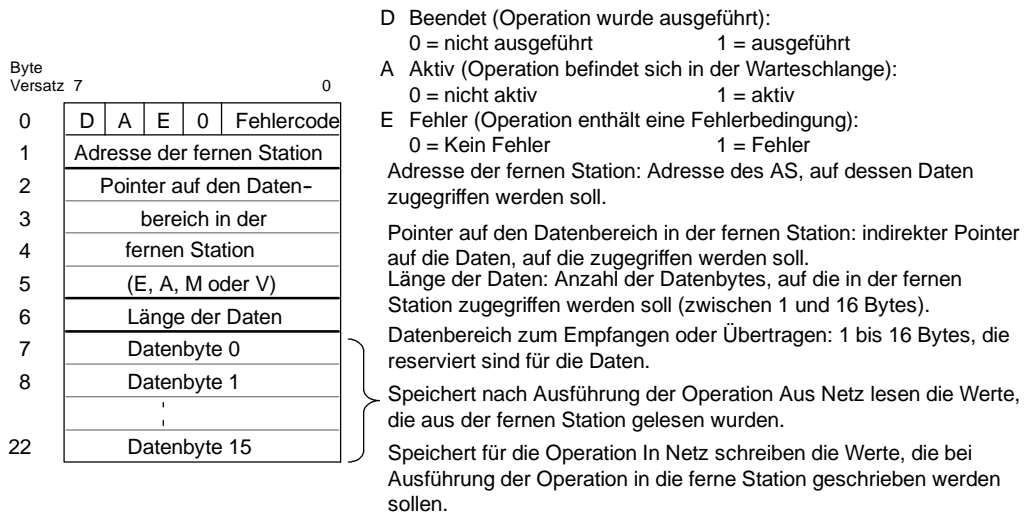

Bild 6-5 Parameter TBL für die Operationen Aus Netz lesen und In Netz schreiben
- Die Funktion gibt einen Fehler aus und setzt das E-Bit des Byte für den Tabellenstatus (siehe Bild 6-5).
Bild 6-5 beschreibt die Tabelle, auf die sich der Parameter TBL bezieht und Tabelle 6-11 führt die Fehlercodes auf.